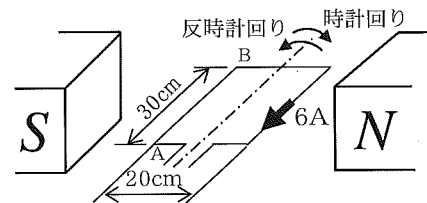

図5
- (2) 磁束密度が 2T の平等磁界内に1回巻きの方形コイルを、図5のようにコイル面が磁界の向きと水平になるように置き 6A の直流電流を流した。このとき、コイルの回転方向 (ア) とコイル辺ABに働く力 (イ) [N] の正しい組み合わせはどれか。最も適するものを、次の解答群1～5から選びなさい。解答番号は (8)。